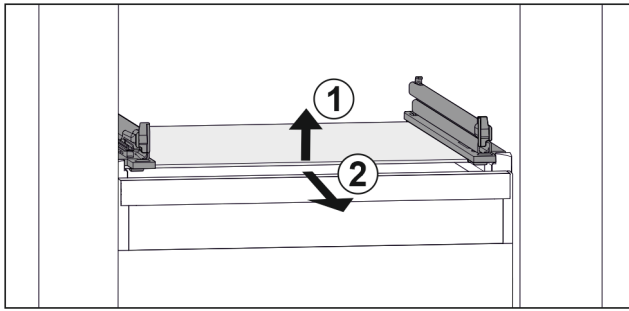

Fig. 47 Rappresentazione esemplificativa del ripiano in vetro
- Sollevare il ripiano in vetro dal davanti. Fig. 47 (1)
- Rimuovere il ripiano in vetro tirando in avanti. Fig. 47 (2)